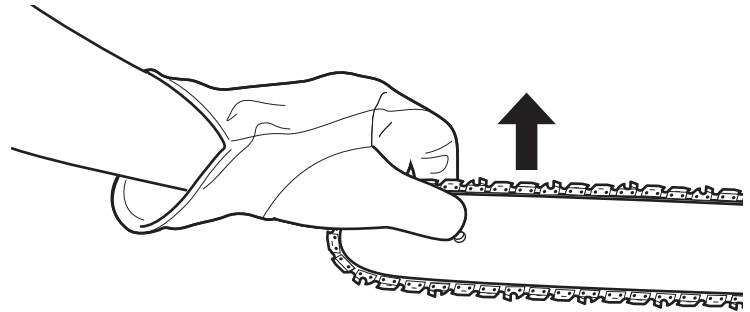
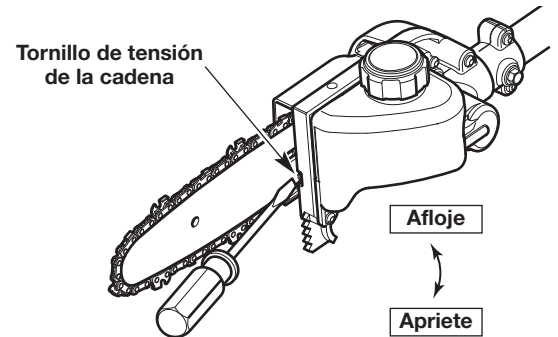

Fig. 17
Fig. 18
2. Sostenga la punta de la barra de guía hacia arriba (Fig. 17) y con un destornillador de cabeza plana gire el tornillo de tensión de la cadena (Fig. 18).